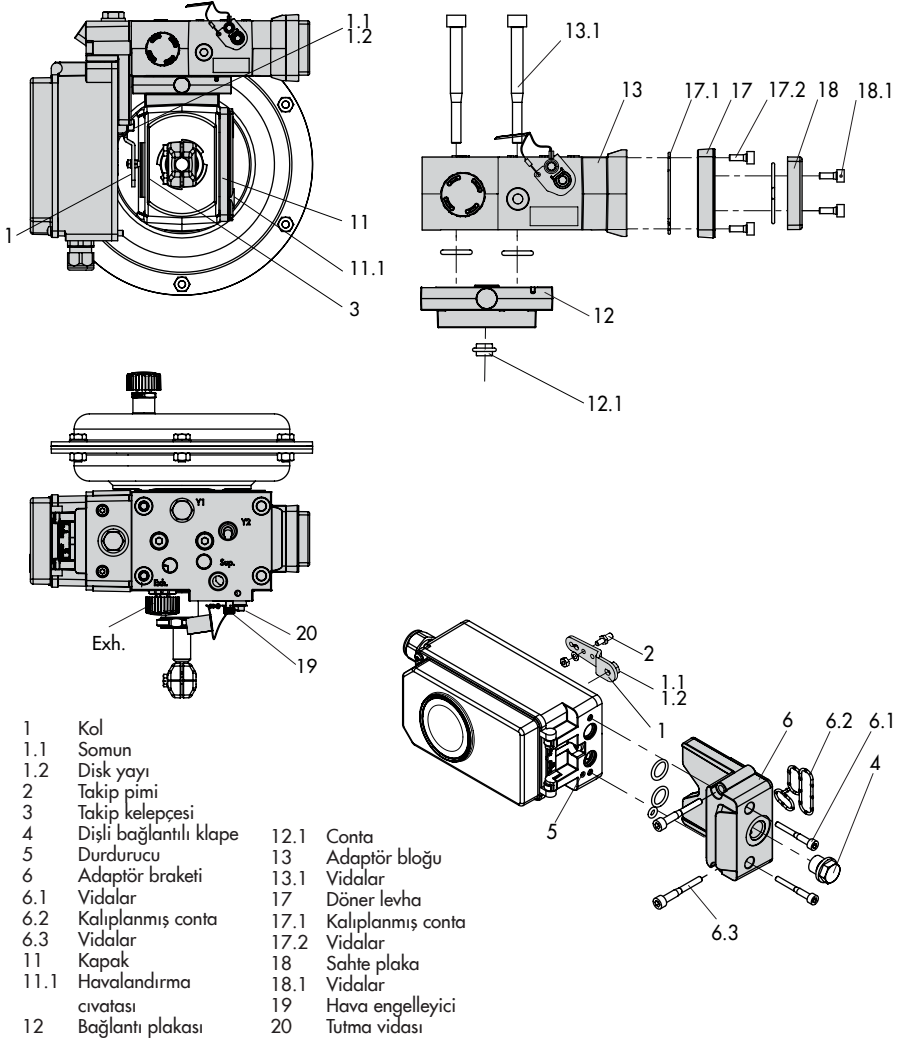

Fig. 5-8: VDI/VDE 3847 uyarınca, Tip 3277 Tahrik Ünitesi üzerine bağlantı
Tip 3277 Tahrik ünitesine bağlantı (bkz. Fig. 5-8)
Pozisyonier, Fig. 5-8 ile gösterildiği gibi, yoke bağlantı üzerine monte edin. Sinyal basıncı, tahrik ünitesine bağlantı plakası (12) üzerinden yönlendirilir; "mil iten tahrik ünitesi" emniyet konumu hareketi olan tahrik üniteleri için dahili olarak vana yoke bağlantısındaki bir delik içinden ve "mil çeken tahrik ünitesi" için harici boru hattı aracılığıyla.